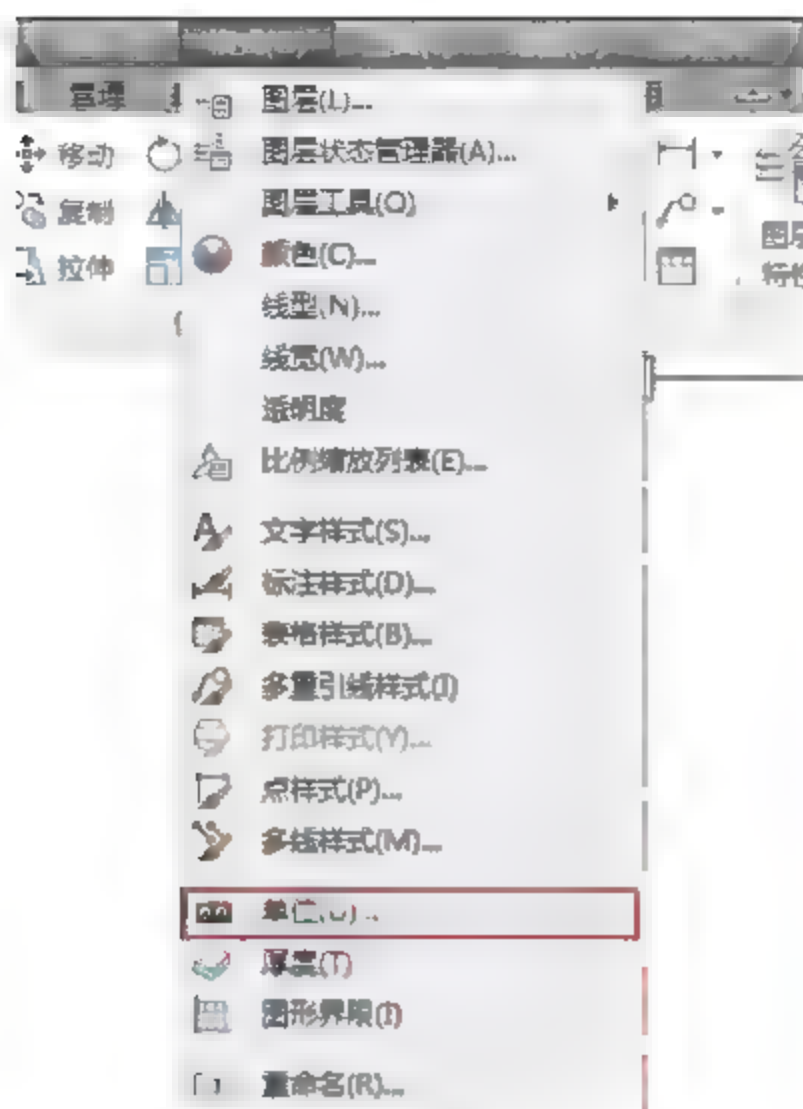

图2-47 选择命令
- 菜单栏：选择菜单【格式】|【单位】命令，如图2-47所示。